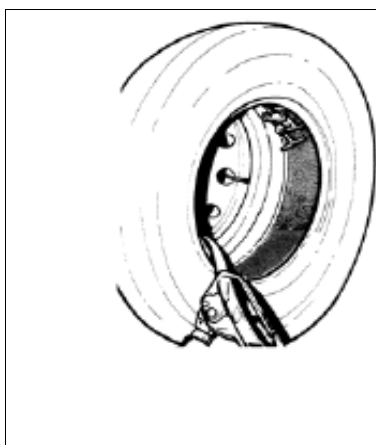

Рис.34
1. Подвесьте внутренний борт шины на монтажный зажим (Рис.34).